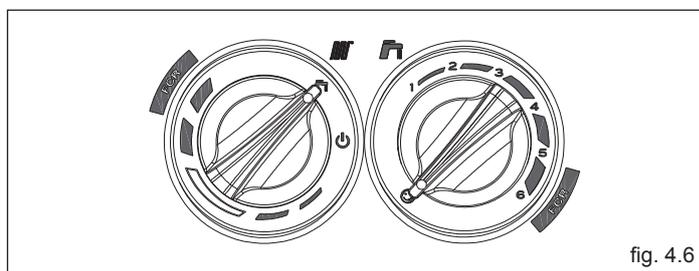

fig. 4.6
**Preriscaldamento** (acqua calda più veloce): ruotando la manopola regolazione temperatura acqua sanitaria (fig. 4.6) sul simbolo  si attiva la funzione preriscaldamento, il visualizzatore mostra il simbolo **P** fisso. Riportare la manopola di regolazione temperatura acqua sanitaria nella posizione desiderata. Questa funzione permette di mantenere calda l'acqua contenuta nello scambiatore sanitario al fine di ridurre i tempi di attesa durante i prelievi. Il visualizzatore indica la temperatura di mandata dell'acqua riscaldamento o dell'acqua sanitaria in base alla richiesta in corso. Durante l'accensione del bruciatore, in seguito ad una richiesta di preriscaldamento, il visualizzatore mostra il simbolo **P** lampeggiante e l'icona fiamma (fig. 4.7). Per disattivare la funzione preriscaldamento ruotare nuovamente la manopola regolazione temperatura acqua sanitaria sul simbolo . Riportare la manopola di regolazione